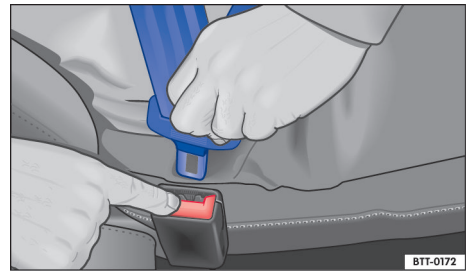

图 28 从安全带锁扣内松开锁舌
- 按住锁扣上的红色按钮 → 图 28，安全带锁舌自锁扣内自动弹出。